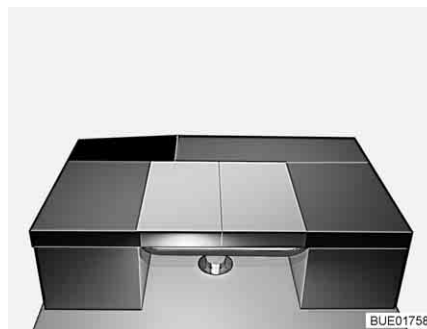

Fig. 143 Dopo la trasformazione
- Posizionare il cuscino dello schienale dei sedili laterali longitudinalmente sul tavolo (vedi Fig. 143).